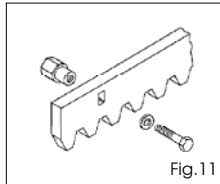

Fig.11
5.4.1. Stalen tandheugel – lussen (Fig. 11)